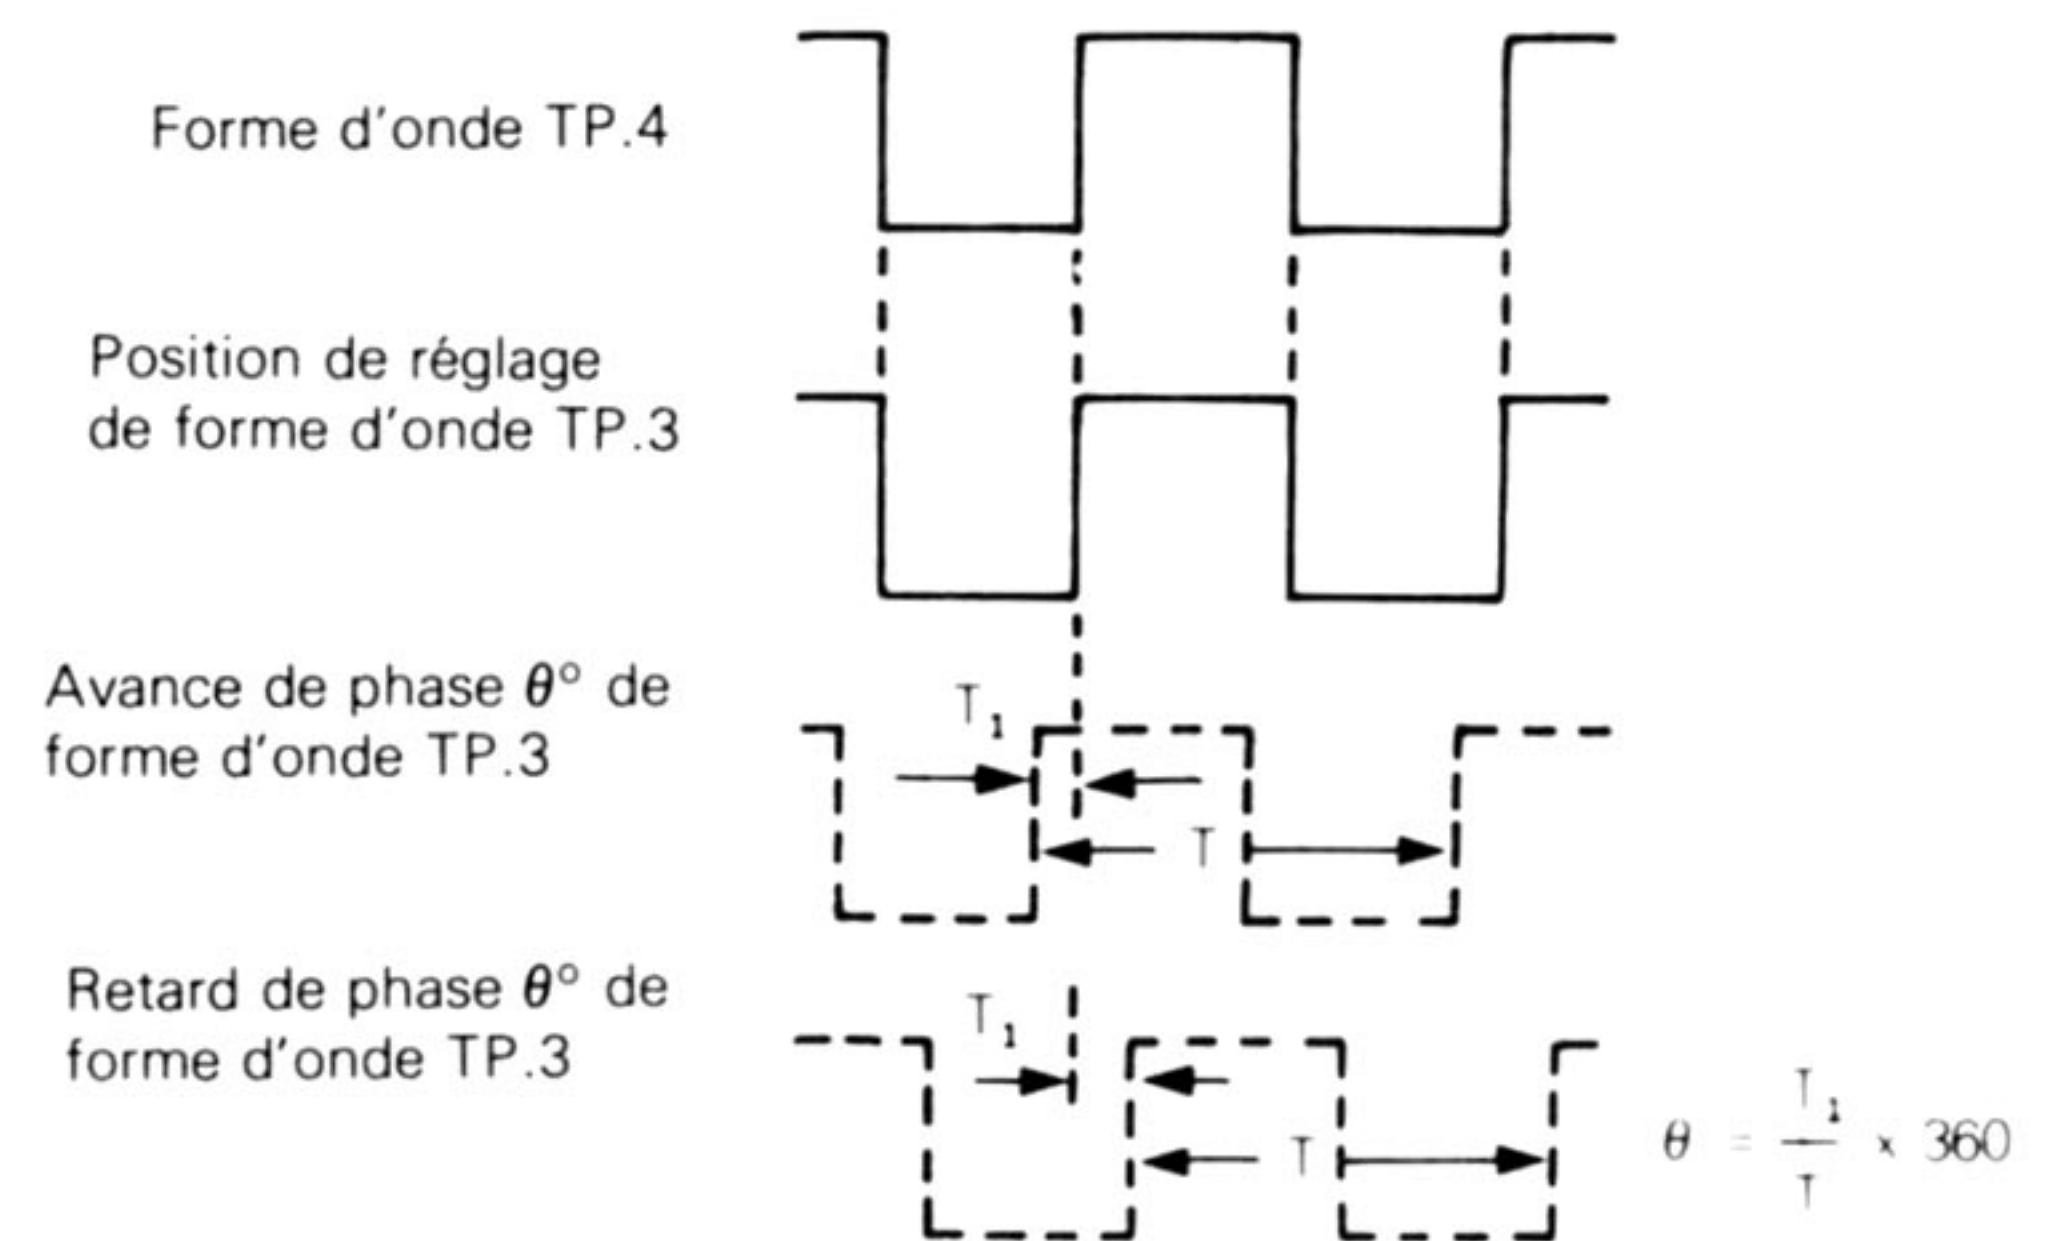

Fig. 1
- (1) Déposer tout d'abord le plateau; puis, renverser l'appareil et enlever le couvercle du fond.
- (2) Prendre un câble du TP.3 (broche ⑦ du CI701), un du TP.4 (collecteur Q709) et le câble de terre (broche ⑩) et les relier à un oscilloscope. Si l'on dispose d'un phasemètre, relier le côté de référence à TP.4 et le côté de comparaison à TP.3.
- (3) Retourner l'appareil à sa position normale et replacer le plateau et son tapis.
- (4) Libérer le bras de lecture de son support, le mettre sur la position DOWN, et faire tourner le plateau à la vitesse de 33 t/mn. et une hauteur de 0,0% pendant au moins 10 minutes.
- (5) Ajuster la résistance semi-fixe R791 de telle sorte que la différence de phase dans les formes d'onde TP.3 par rapport à celles de TP.4 soit amenée à une valeur du Tableau 2 qui corresponde à la température ambiante. Comme le facteur d'utilisation de forme d'onde n'est pas exactement 50%, aligner la phase avec la montée positive de forme d'onde. De plus, comme l'aiguille fluctue légèrement en raison du pleurage/scintillement des formes d'onde TP.3, régler au centre de ces fluctuations.
- (6) Faire varier la hauteur du son de -9,9% à +9,9% pour chaque vitesse et vérifier que les résultats correspondent à ceux du tableau 1. Rechercher la différence de phase θ comme Fig. 1.
- (7) Si l'on décèle une déviation par rapport aux valeurs en (6), régler légèrement la résistance semi-fixe R790 et répéter les points (4), (5) et (6).
- (8) Monter le couvercle du fond, laisser tourner l'appareil pendant 10 minutes, et vérifier que les valeurs correspondent à celles qui figurent au tableau 1. Recommencer les opérations (1) à (8) si les valeurs ne correspondent pas.
- (9) Retirer à nouveau le couvercle du fond, détacher les cordons, puis remettre le couvercle du fond en place.